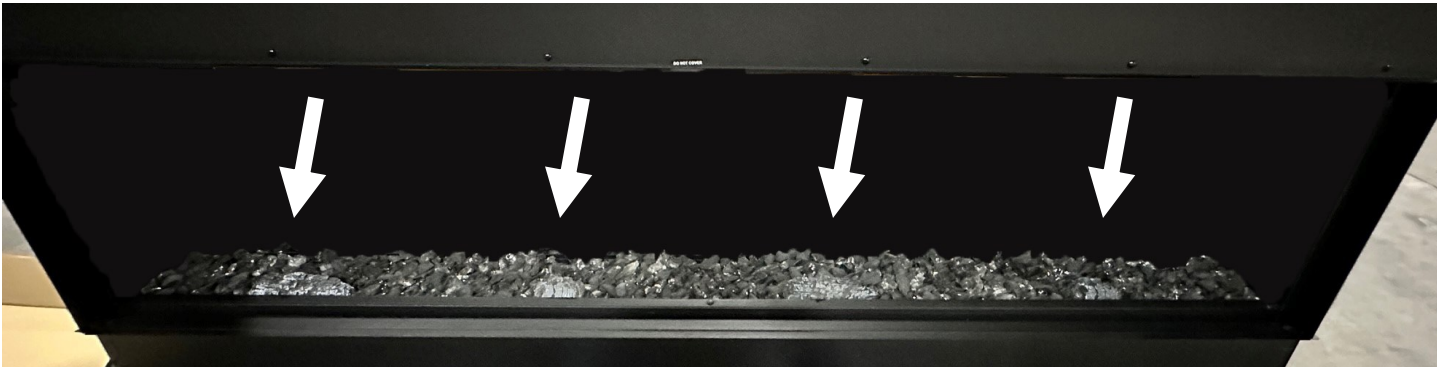

Figure 4.10 - Bûches carbonisées
- La Figure 4.10 montre les (4) bûches carbonisées installées. Elles sont placées devant les lumières à DEL du lit de braises à rougeoiement variable.